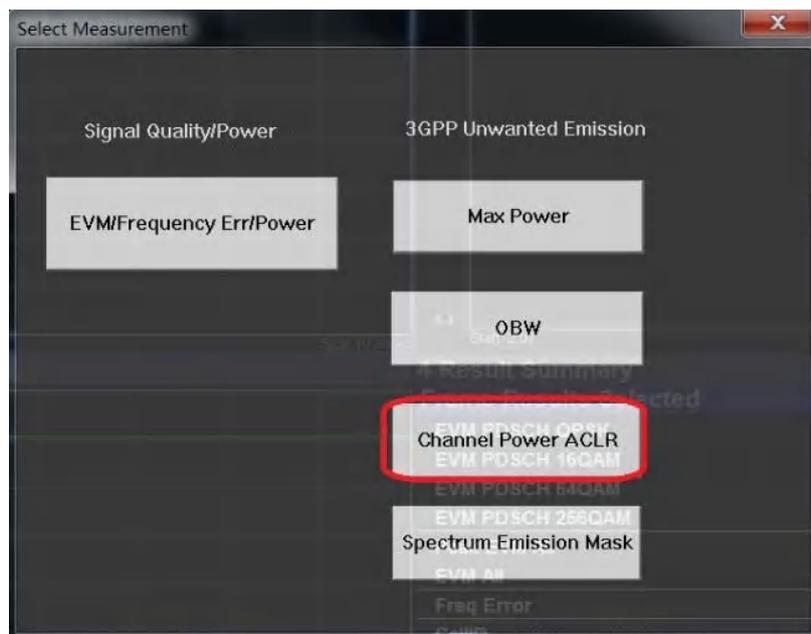

图 4.16 ACLR 测试操作图
步骤 5. 选择 ACLR 测试功能，界面显示如图 4.16 所示：
- 按【Meas Config】、[ChannelPower ACLR]，操作如图 4-16。